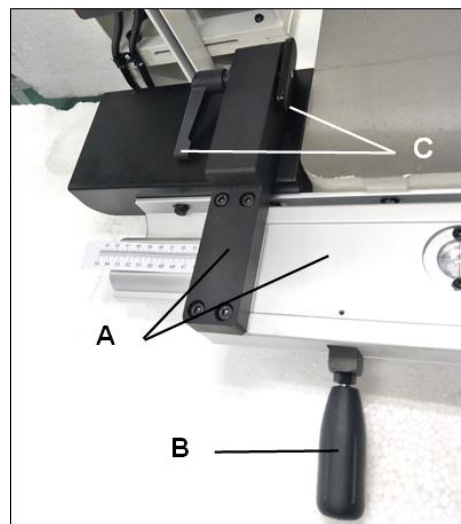

Рис. 3
5. Разместите чугунную консоль с основанием для упора (А, Рис. 3) на направляющей так, чтобы консоль вошла в зацепление с направляющей.
6. Закрепите и затяните ручку (В, Рис. 3) при помощи шайбы М8 на основании консоли.
7. Установите вращающуюся ручку и сухарь на корпусе консоли (С, Рис. 3). Не затягивайте.